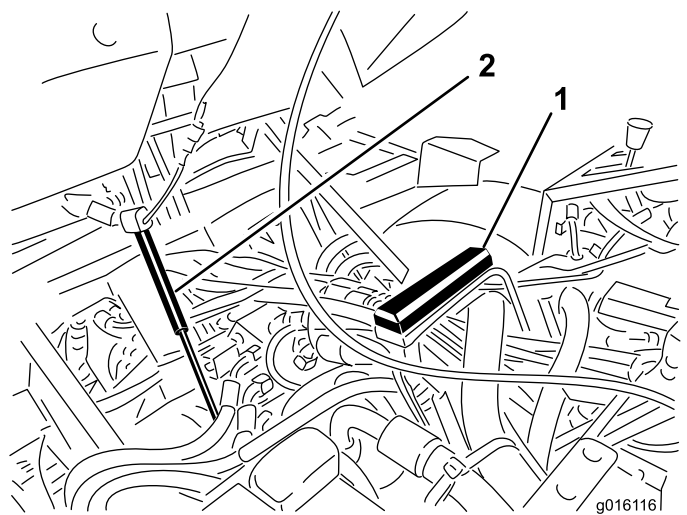

Bild 4
5. Entfernen Sie die Stützhalterung des Vordersitzes und die Gasdruckfeder und werfen sie weg (Bild 4).